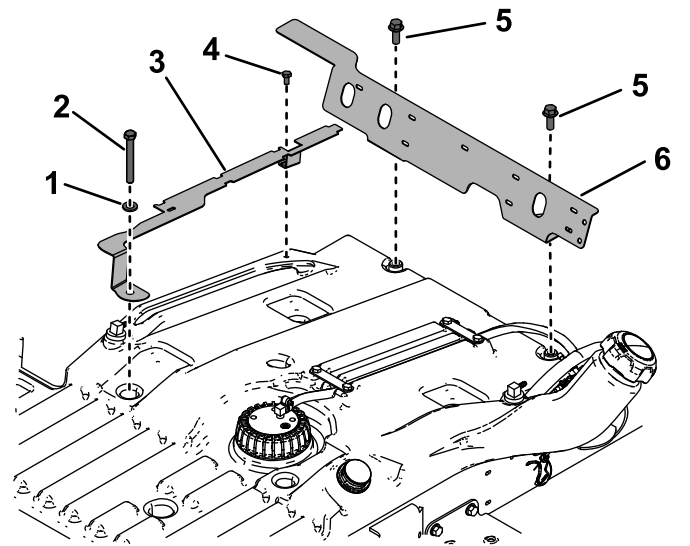

Figura 5
1. Instale provisionalmente el soporte del tubo de combustible usando el perno de 3/8" x 3", la arandela, y el perno de 1/4" x 1/2" que retiró anteriormente (Figura 5).
2. Instale provisionalmente el protector térmico usando los 2 pernos de 3/8" x 1" que retiró anteriormente (Figura 5).
1. Retire los 2 pernos del protector térmico, y retire el perno delantero y la arandela del soporte del tubo de combustible (Figura 5).
2. Apriete el perno trasero ($\frac{1}{4}$ " x $\frac{1}{2}$ ") del soporte del tubo de combustible (Figura 5) a 10.17 – 12.43 N·m (90 – 110 pulgadas-libra).